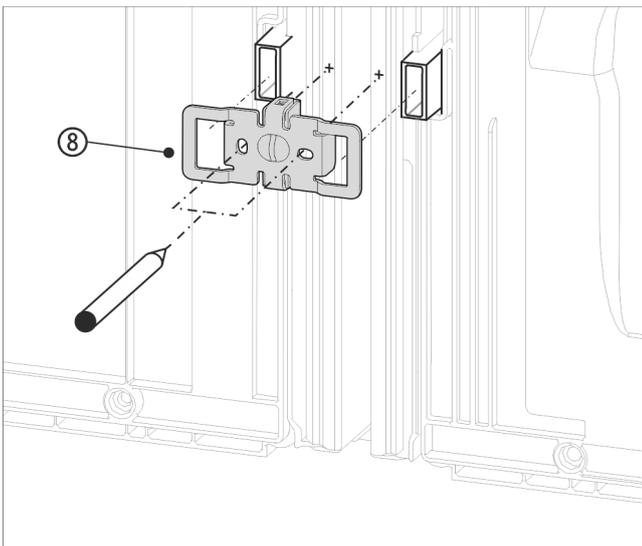

Fig. 14 例图
- ▶ 使用凹槽将角 Fig. 14 (8) 推入壁距调整垫片的插槽上方。